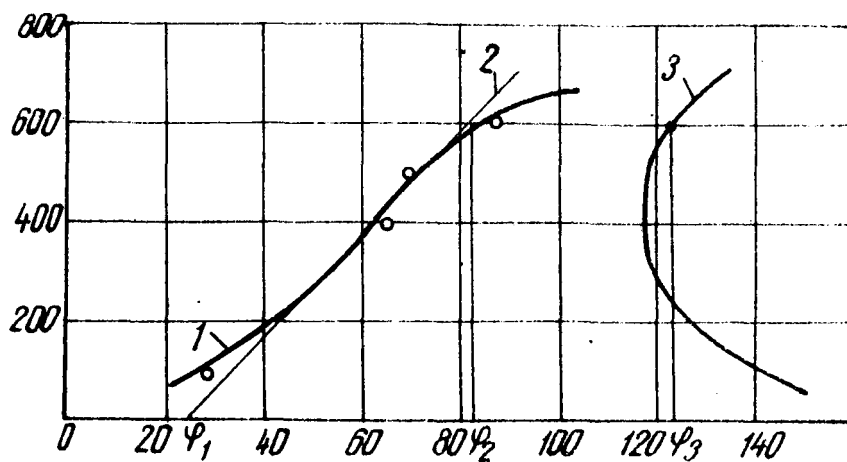

Рис. 8. Типы реологических кривых
Прибор для измерения статического напряжения сдвига глинистых растворов (рис. 8) состоит из измерительной части и привода, смонтированных на прямоугольной плите 1. Для регулировки положения прибора плита снабжена двумя регулируемыми опорами 2 и одной неподвижной 11. Измерительная часть состоит из двух узлов: узла внешнего подвижного цилиндра и узла подвесного цилиндра с упругой измерительной системой.
Примечание: Если реологическая кривая имеет обратный наклон или не содержит прямолинейного участка (аналогично кривой 3 на рис.8) определяют только эффективную вязкость по формуле (1) с углом